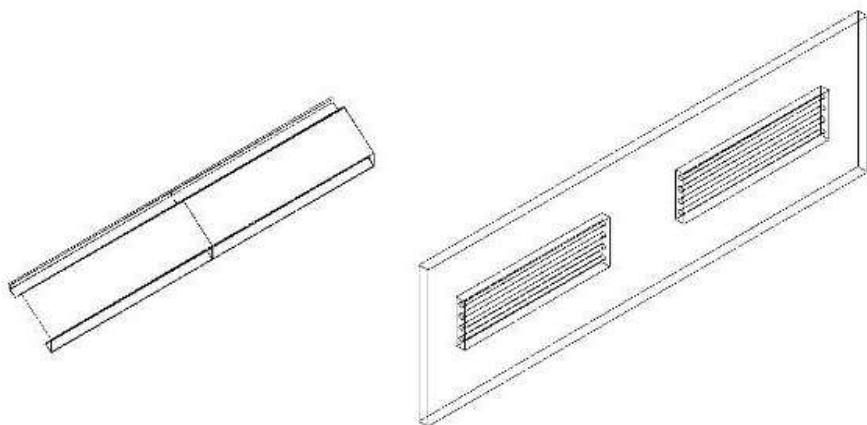

Рис. 1.4
- Подвесные лампы обеспечивают внутреннее освещение камеры (см. рис. 1.4). Лампы расположены под углом 45 ° .